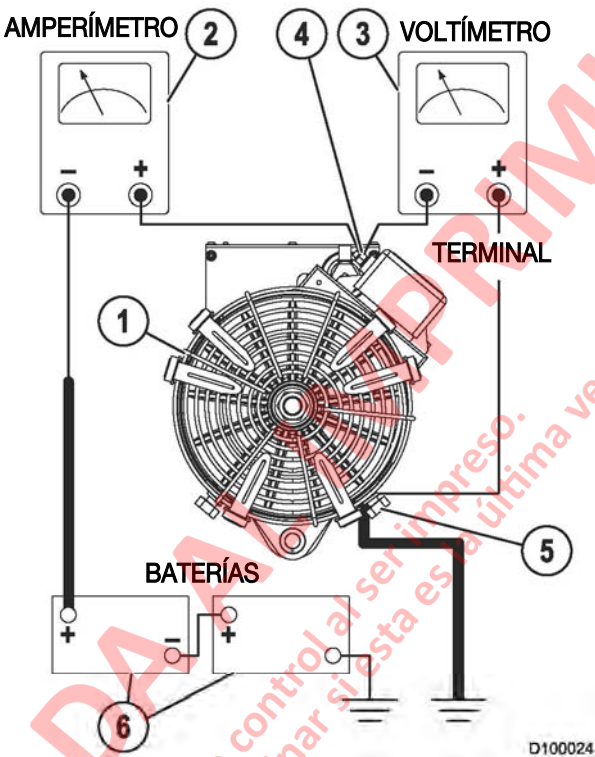

FIGURA 10-7. LOCALIZACIÓN Y SOLUCIÓN DE FALLAS
Consulte la Figura 10-7 para realizar los pasos siguientes. Instale los medidores directamente en el alternador, como se muestra, para eliminar las variaciones de las lecturas debido a la longitud de los cables u otros factores.
- 4. Conecte los medidores como se indica en la Figura 10-7. Mida el voltaje y el amperaje en el alternador, no en las baterías o un punto intermedio.